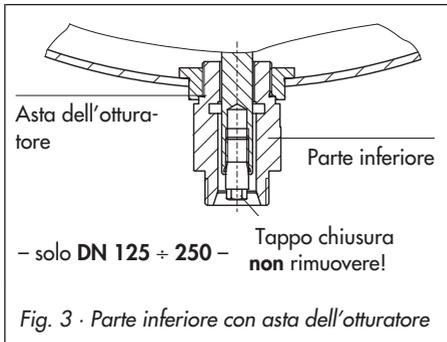

Fig. 3 · Parte inferiore con asta dell'otturatore
L'accoppiamento tra l'asta dell'otturatore (4) e l'asta della membrana (12) è diretto. Non rimuovere la vite di chiusura (ved. fig.3).